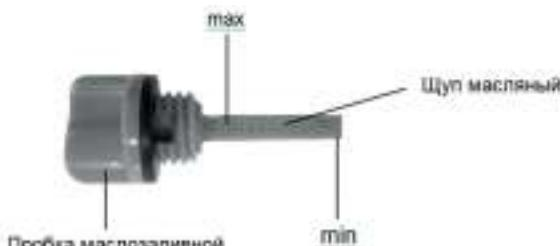

Рис. 9
3. Извлеките щуп и проверьте уровень масла. Он должен находиться между верхней и нижней отметкой контрольного щупа ближе к верхней отметке (max) (рис. 9). В случае необходимости долейте свежее моторное масло